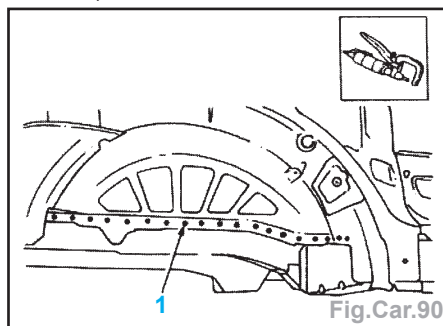

Fig.Car.90
- Dépointer les points de soudure (1) (Fig.Car.90).